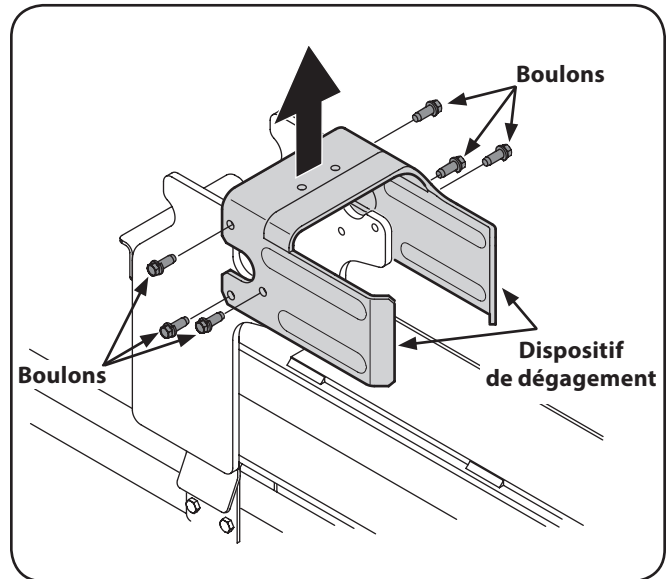

Figure 3-4
- Enlevez les six boulons pour retirer le dispositif de dégagement du support de la poutre. Voir Figure 3-4.
- Placez le dispositif de dégagement par-dessus le coin de fendage et fixez-le aux supports soudés avec la quincaillerie retirée à l'étape 15. Voir Figure 3-4.